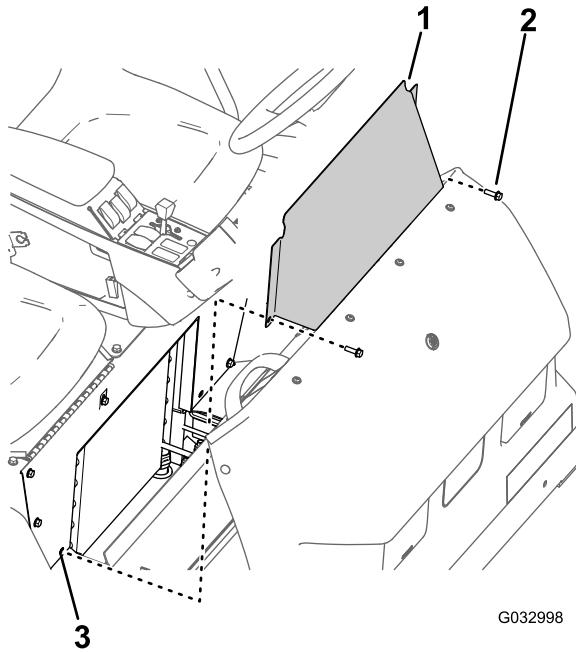

Bild 66
1. Entfernen Sie die zwei Bundkopschrauben, mit denen die Abdeckplatte am Sitzunterteil befestigt ist (Bild 66).
2. Nehmen Sie die Abdeckplatte am Sitzunterteil von der Maschine ab (Bild 66).
1. Fluchten Sie die Löcher in der Abdeckplatte des Sitzunterteils mit den Löchern im Sitzunterteil aus (Bild 66).
2. Befestigen Sie die Abdeckplatte des Sitzunterteils mit den zwei Bundkopschrauben (Bild 66) am Sitzunterteil, die Sie in Schritt 1 in Entfernen der Abdeckplatte am Sitzunterteil \(Seite 56\) entfernt haben.